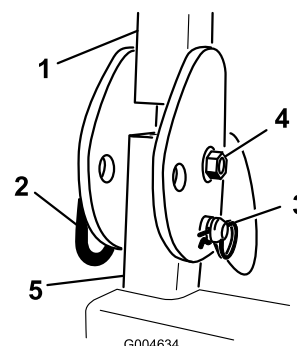

Figure 2
3. Montez le boulon, l'écrou, la goupille fendue et la goupille fendue et l'axe de chape qui fixent le ROPS sur les montants (Figure 2). Serrez l'écrou et le boulon à de 91 à 113 Nm.